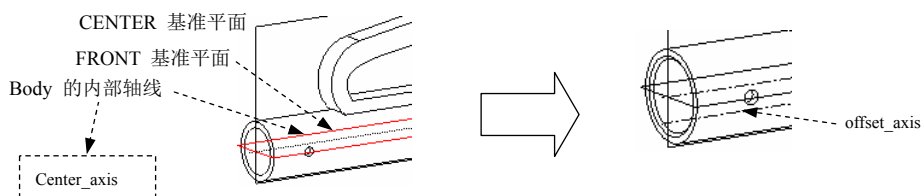

图 5.19.12 基准轴的创建
在图 5.19.12 所示的 `body.prt` 零件模型中，创建与内部轴线 `Center_axis` 相距为 8，并且位于 `CENTER` 基准平面内的基准轴特征。
(1) 选取第一约束平面。选择图 5.19.12 所示的模型的基准平面 `CENTER`，系统弹出图 5.19.13 所示的“基准轴”对话框（一），将约束类型改为 **穿过**，如图 5.19.14 所示。